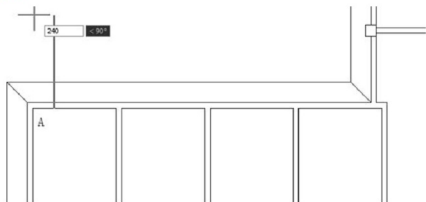

图 2.73 绘制 240mm 长的垂直线
② 在 **指定下一点或 [放弃(U)]:** 提示下，将光标垂直向上拖动，然后输入“240”，如图 2.73 所示，按 Enter 键结束命令。